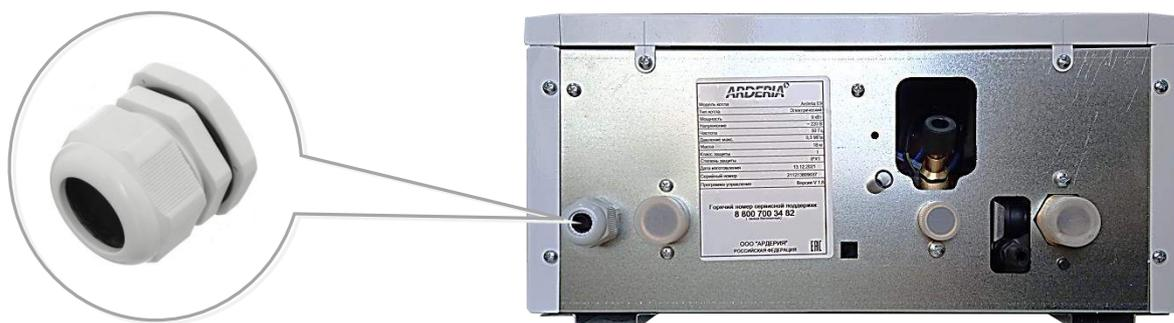

Рис. 13 Кабельный ввод
- Кабель питания прокладывается через кабельный ввод в нижней части электродкотла (См. Рис. 13).